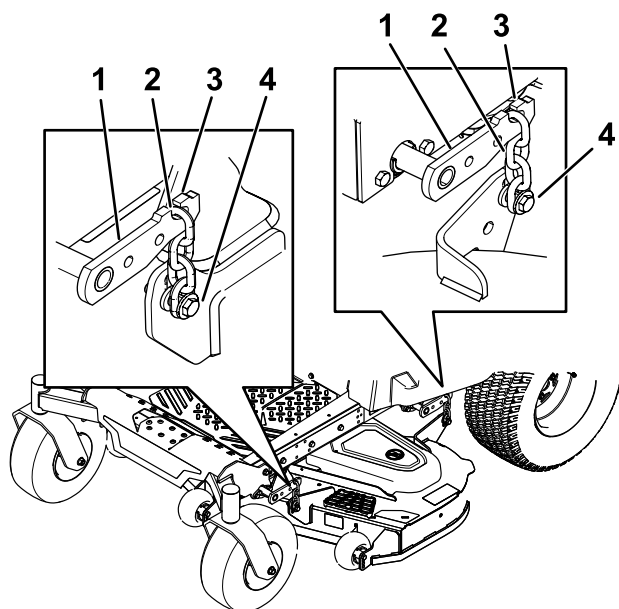

Рисунок 77
8. Снимите цепи с крюков на подъемных рычагах деки (Рисунок 77).
6. Поднимите заднюю часть деки газонокосилки и присоедините цепи к задним подъемным рычагам (Рисунок 77).
7. Подсоедините передние цепи к передним подъемным рычагам (Рисунок 77).